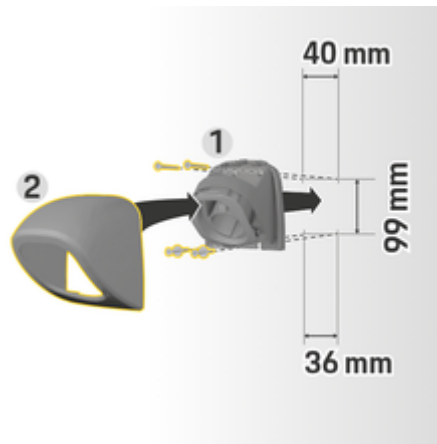

Fig. 406: Dimensiuni de găurire
1. Scoateți dispozitivul de fixare a conectorului 1 (Fig. 406) din capac 2 (Fig. 406).
4. Înșurubați dispozitivul de fixare a conectorului 1 (Fig. 406) pe perete.
5. Montați capacul 2 (Fig. 406) pe dispozitivul de fixare a conectorului 1 (Fig. 406) de dedesubt și împingeți în sus.